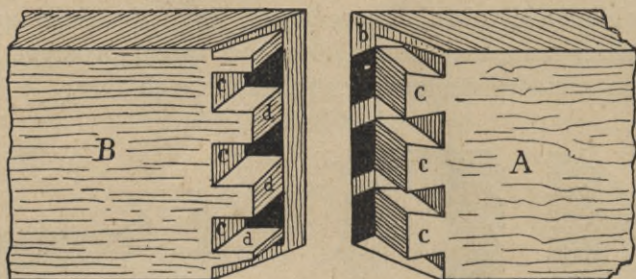

Fig. 123.
c) **Zazębienie kryte na ucios** (Gedeckte Zinken auf Gehrung). (Fig. 123). Najlepiej wyglądające wiązanie, przy którym spojenie przypada na sam kraj złączonych sztuk drzewa i nie daje dostrzedz ani zewnątrz ani wewnątrz zębów. Zęby *c* i *d* wykonuje się na obu sztukach tylko do  $\frac{2}{3}$  lub  $\frac{3}{4}$  ich